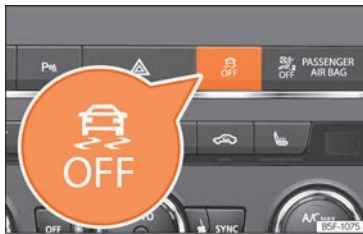

Fig. 288 Consola central: Tecla para conectar/desconectar el ESC y el ASR
• Pulsando la tecla  »» **fig. 288** durante aproximadamente 1 segundo, conecta el modo ESC Sport.
• Pulsando la tecla  »» **fig. 288** durante aproximadamente más de 3 segundos, se desconecta el programa electrónico de estabilización (ESC), incluida la función ASR. El testigo  se enciende y el texto **ESC OFF** se muestra de manera permanente en la pantalla del cuadro de instrumentos.
• La función ASR y el ESC se vuelven a conectar pulsando la tecla  »» **fig. 288**.